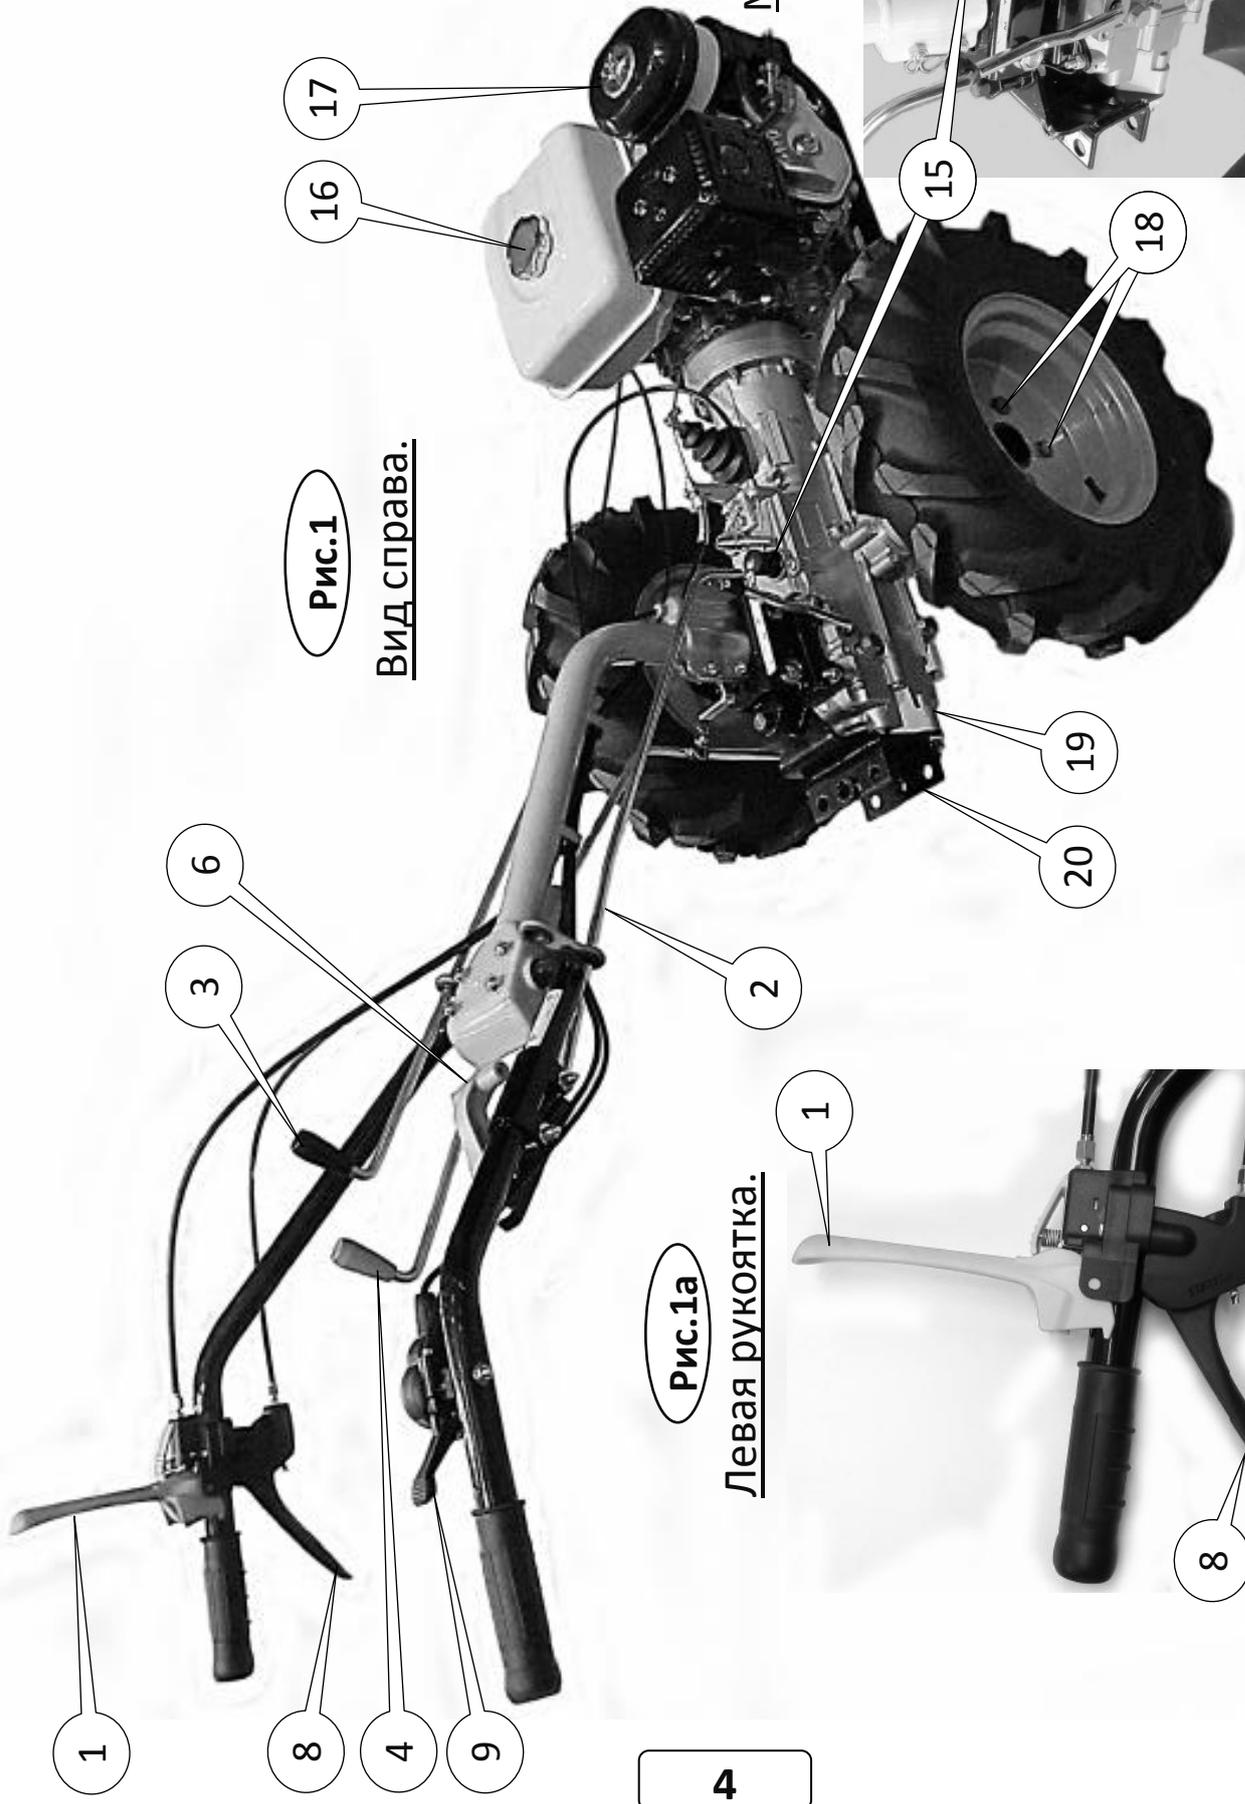

Рис.1
Рис.1а
Для работы задним ходом так же необходим разворот руля на 180°. Для этого необходимо отсоединить рычаги: переключения передач, включения заднего хода и включения ВОМ, сняв шплинты (12) и вынув их из гнезд соединительных муфт (13) (см. рис 5, 5а). Развернуть руль на 180°, разблокировав его рукояткой (8) (см. рис.1 и 1а). Вставить все рычаги назад в соответствующие гнезда соединительных муфт (13) и зашплинтовать шплинтами (12) (пример на рис. 7 и 7а)